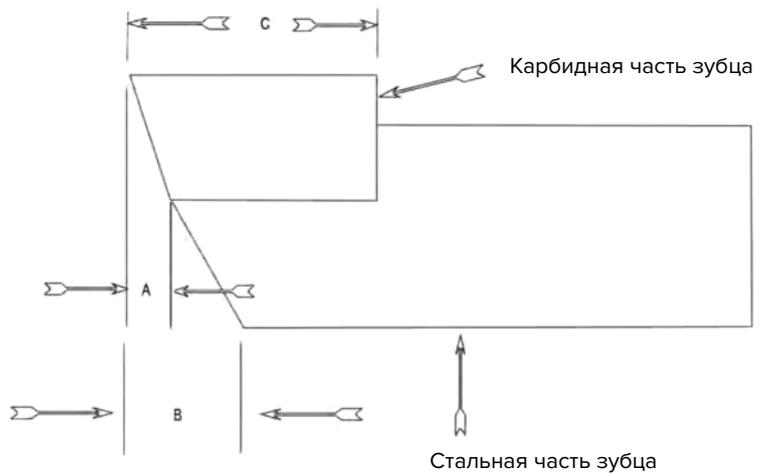

Рис. 15 Методы заточки зубцов
I. Используйте стальной шлифовальный круг для шлифования стали, которая находится под кончиком зубца. Затачивайте под углом 12 градусов (см. размеры В, рис. 15)
II. Используйте карбидный шлифовальный круг для шлифования зубца под углом 10 градусов (см. размеры А, рис. 15).
III. Зубья можно затачивать до тех пор, пока на наконечнике не останется 3/8 карбида (см. размеры С, рис. 15).